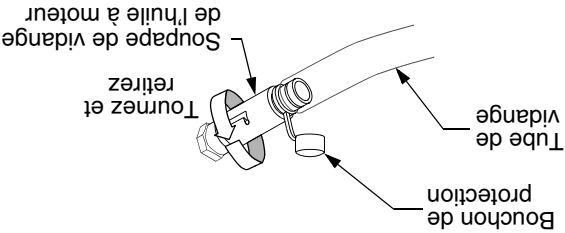

Figure 21
- Ouvrez le bouchon de protection sur l'extrémité de la soupape de vidange de l'huile à moteur pour dégager l'orifice de vidange. Voir la Figure 21.
- Poussez légèrement sur la soupape de vidange, puis tournez vers la gauche et tirez pour commencer la vidange. Voir la Figure 21.